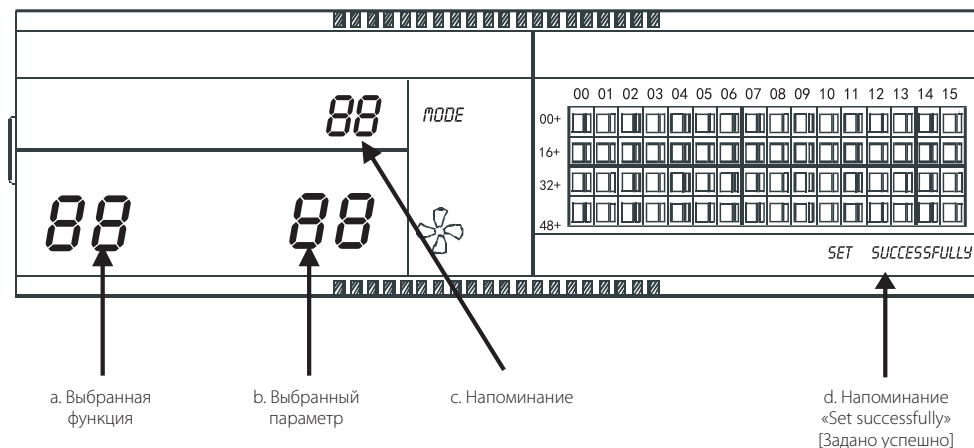

Рисунок 2.9. Матрица фильтрации в дополнение к функции очистки от пыли включает отображение содержимого.
- ① Когда суммарное время работы центрального пульта управления достигает заданного значения, центральный пульт управления напоминает о необходимости очистки фильтра. Сдвоенный семисегментный индикатор напоминания (см. рисунок 2.9с) отображает «FL».
- ② Если на центральном пульте управления отображается «FL», это напоминание сбрасывается вручную. Чтобы выключить индикатор, нажмите и удерживайте кнопку «», затем нажмите кнопку «».
- ① Установите кодовый переключатель 3 в положение «ON», чтобы выбрать параметр «дополнительная функция имеется» (см. таблицу 2.1), затем включите центральный пульт управления. Через 1 минуту нажмите и удерживайте кнопку «», затем нажмите кнопку «», чтобы открыть экран настроек дополнительной функции. Сдвоенный семисегментный индикатор выбора функции (см. рисунок 2.9а), мигающий с частотой 1 Гц (отображаемое по умолчанию значение 00), отобразит код дополнительной функции (см. таблицу 2.2). Нажмите кнопки «» и «», чтобы выбрать функцию, затем нажмите кнопку «», чтобы войти в режим выбора параметра.
- ② После входа на экран выбора параметра, сдвоенный семисегментный индикатор выбора представленной функции начинает светиться, сдвоенный семисегментный индикатор выбора представленного параметра (см. рисунок 2.9б), мигающий с частотой 1 Гц, отображает код дополнительного параметра. С помощью кнопок «» и «» выберите значение параметра.
- ③ Нажмите кнопку «», чтобы подтвердить выбор параметра (коды параметра, соответствующие времени, приведены в таблице 2.3).
- ④ После успешного завершения настройки сдвоенный семисегментный индикатор выбора функции светится, а на экране отображается сообщение «Setting successfully» [Установлено успешно] (см. рисунок 2.9 d). Через 3 секунды экран выбора дополнительной функции автоматически закроется. Отображение на экране вернется к нормальному.